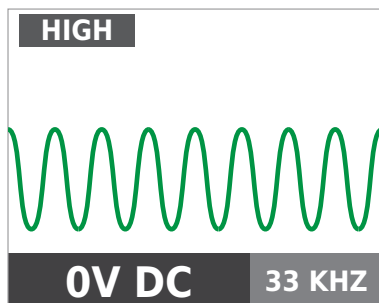

Figura 3.2b
3. Selecione o modo de sinal ALTO para a maioria das aplicações. A tela aparecerá como mostrado na Figura 3.2b.